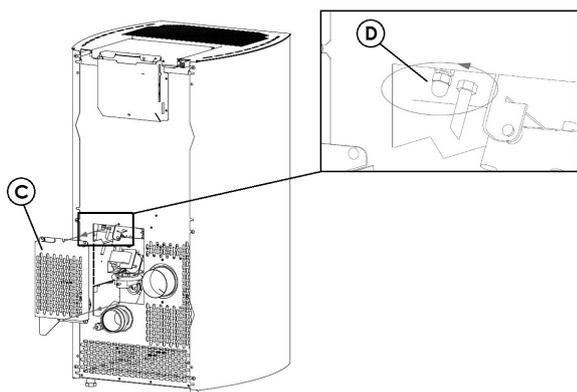

Fig. 27 - Retrait du carter
- Connecter, au biais d'un tube en silicone, un pressostat numérique pour relever la dépression (voir **Fig. 27**).